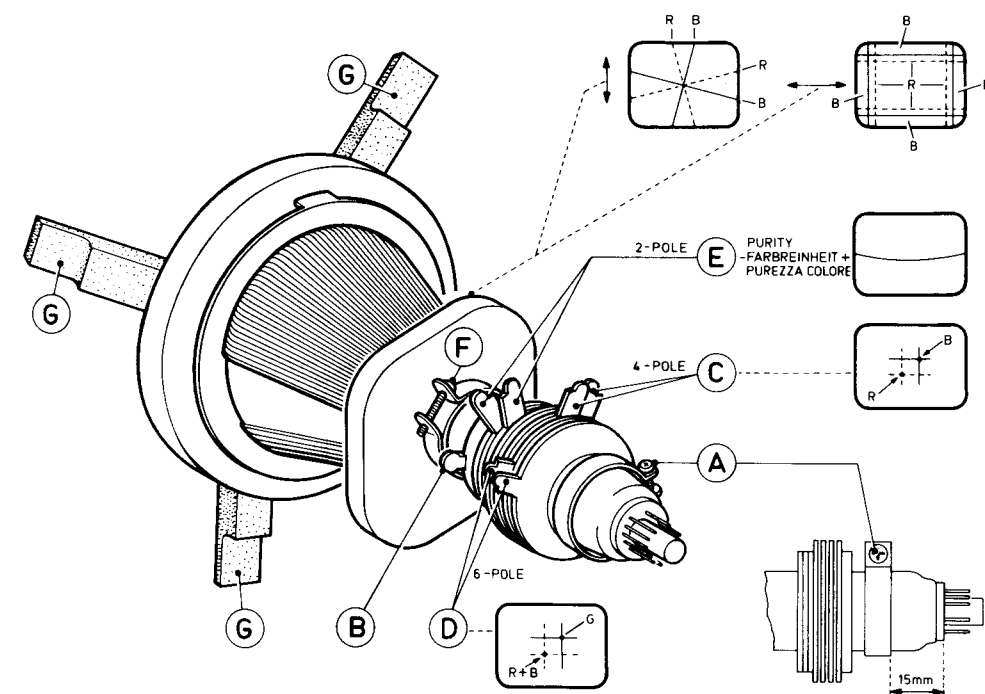

Fig. II-4
Die hiernach beschriebenen Farbreinheits- und Konvergenzeinstellungen braucht man nur durchzuführen wenn eine vollständig neue Einstellung notwendig ist oder wenn eine Bildröhre montiert worden ist. In andern Fällen - z.B. nach Ersatz der Ablenk-Unit, ist es meistens nicht nötig, die Gummikeile (G in Abb. II-4) zu entfernen. Man braucht dann nur Korrekturen mit der Multipol-Unit vorzunehmen.
I. Farbreinheit, siehe Abb. II-4
II. Statische Konvergenz (siehe Abb. II-4)